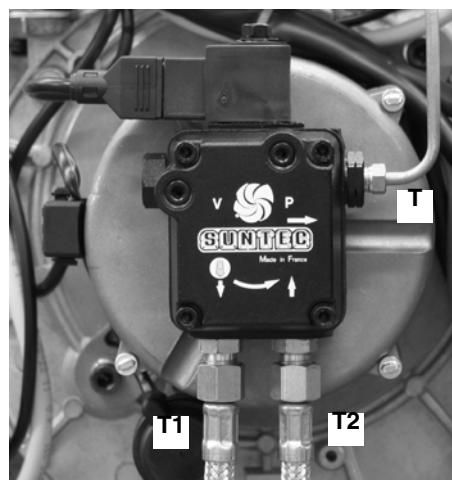

Fig. 21
- Svitare i tubetti gasolio T1 e T2 dalla pompa (Fig. 21).